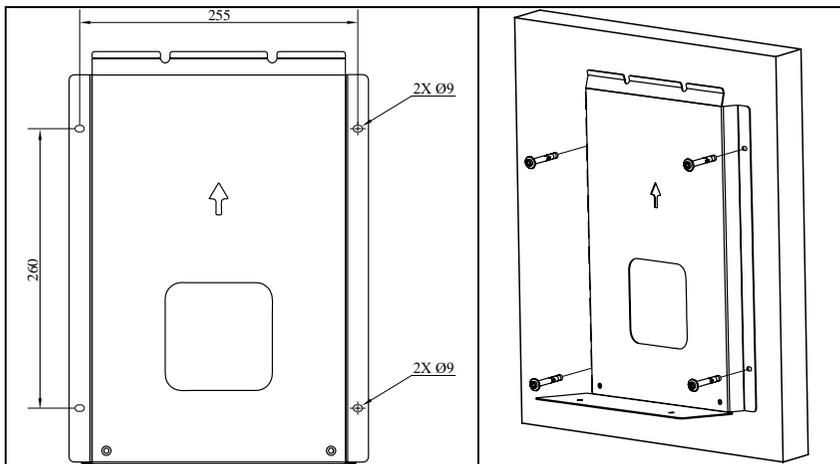

Fig. 5-2 Montage du support métallique sur le mur
2. Percez 4 trous de fixation de 10 mm de diamètre et de 70 mm de profondeur, espacés de 255 mm en largeur et de 260 mm en hauteur. Utilisez les trous latéraux du support métallique (voir fig. 5-2).